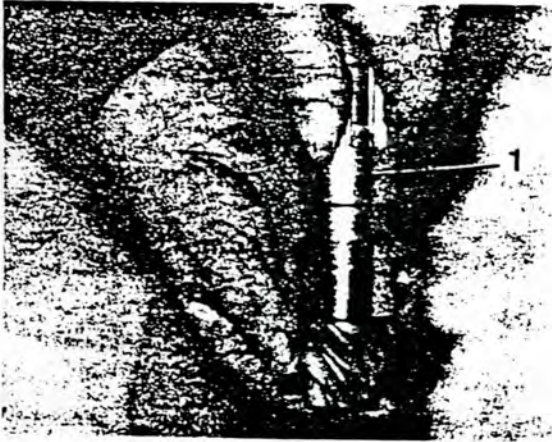

Fig. 7
- Unscrew spur gear (Fig. 7/1) from pinion shaft.
- Distanzring (Fig. 7/1) aufstecken.
- Fit spacing ring (Fig. 7/1).
- Monter la bague entretoise (fig. 7/1).